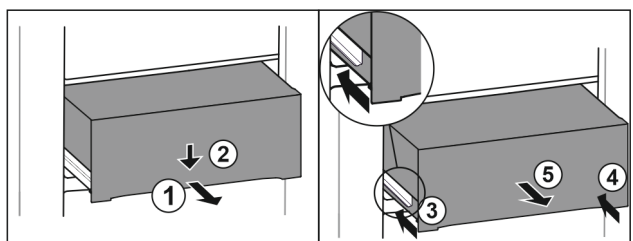

Fig. 106
► Вытяните выдвижной ящик наполовину. Fig. 106 (1)
- ▶ Вдавите выдвижной ящик в передней части вниз. *Fig. 106 (2)*
- ▶ Задвиньте левую направляющую прим. на 2 см. *Fig. 106 (3)*
- ▶ Задвиньте правую направляющую прим. на 2 см. *Fig. 106 (4)*
- ▶ Извлеките выдвижной ящик движением вперед. *Fig. 106 (5)*